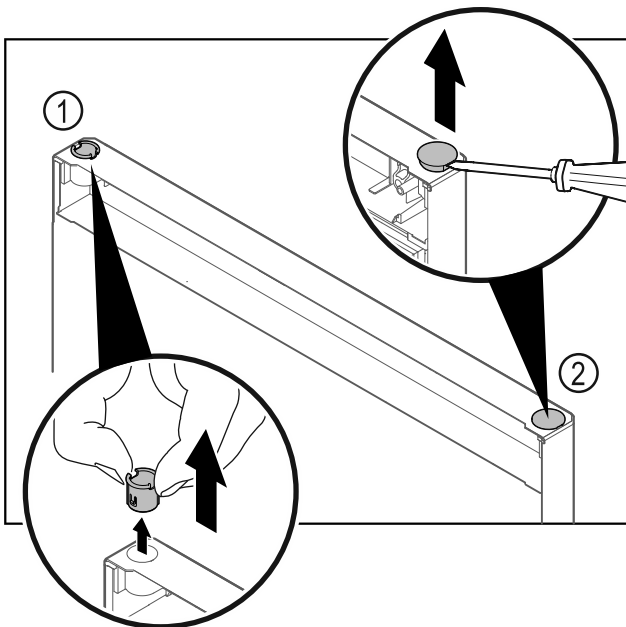

Fig. 18
- ▶ Húzza ki az ujjával a csuklópánt-perselyt Fig. 18 [1].
- ▶ A fedődugót Fig. 18 [2] egy csavarhúzóval óvatosan emelje meg és húzza ki.